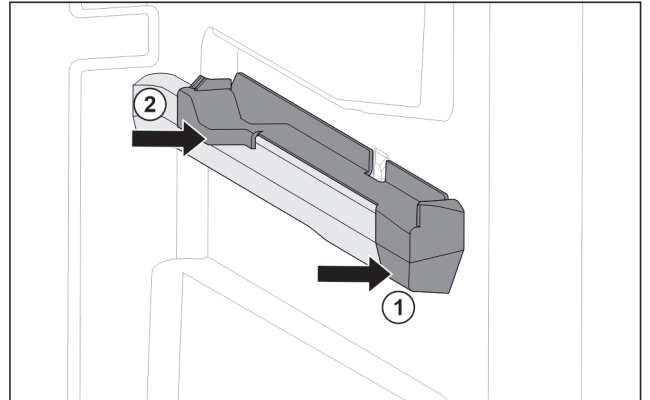

Fig. 142 Aufsteckteil auf der rechten Behälterrippe
- ▶ Aufsteckteil vorne an Behälterrippe ansetzen. Fig. 142 (1)
- ▶ Aufsteckteil hinten andrücken. Fig. 142 (2)